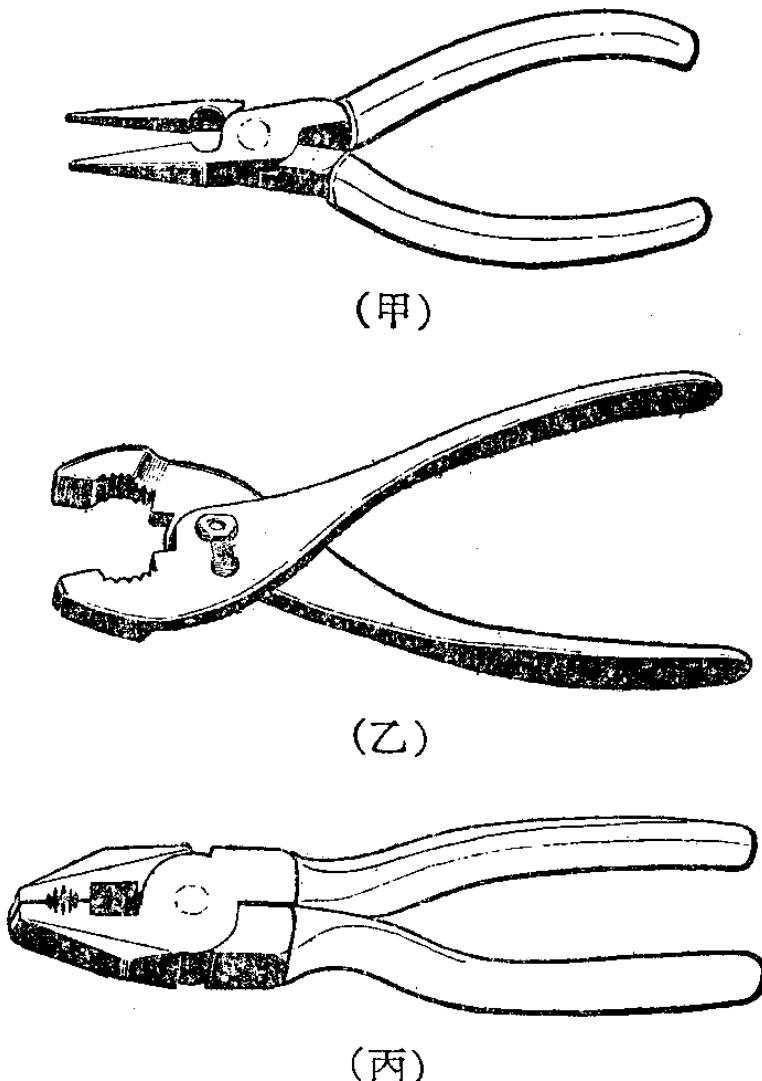

图 2-1
1. 錐子：少年电工常用的鉗子有尖嘴鉗、平嘴鉗、鋼絲鉗等三种。图 2-1 (甲)是尖嘴鉗，一般用来夹持小螺絲帽，或在电路焊接时鉗住导線和电阻等小零件用的。它比較小，不能使很大的力气和用来鉗大的东西。图 2-1 (乙)是平嘴鉗，又称鯉魚鉗，用来擰动比較大的螺絲帽，或在安装时用来夹持較大的零件。图 2-1 (丙)是鋼絲鉗，可以用来剪断导線和各